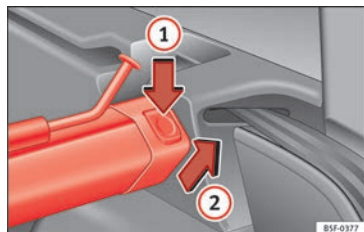

Fig. 168 En el maletero: desmontar la red de separación.
- Presione la tecla de desbloqueo izquierda o derecha » **fig. 168** en el sentido de la flecha ①.
- Extraiga la carcasa del soporte en el sentido de la flecha » **fig. 168** ②.
- Presione la carcasa en los soportes izquierdo y derecho en el sentido contrario al de la flecha » **fig. 168** ② hasta que encastre.